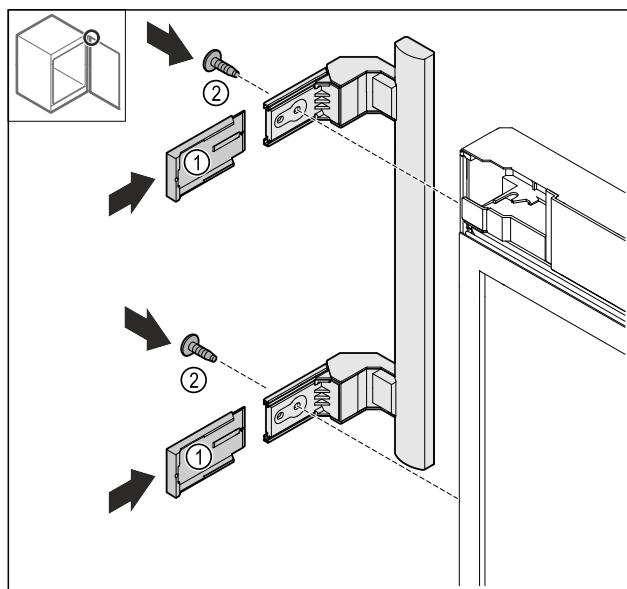

Fig. 25
- Насуньте накладки Fig. 25 (1).